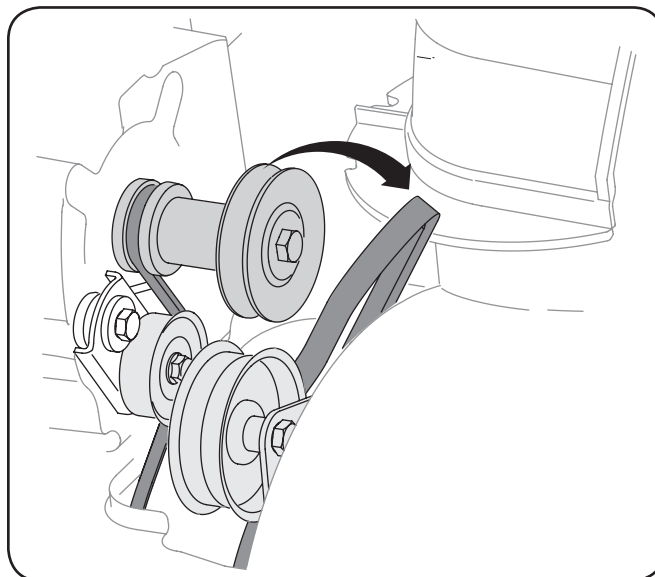

Figura 7-2
3. Saque la correa de la barrena de la polea del motor. Vea la Figura 7-2.